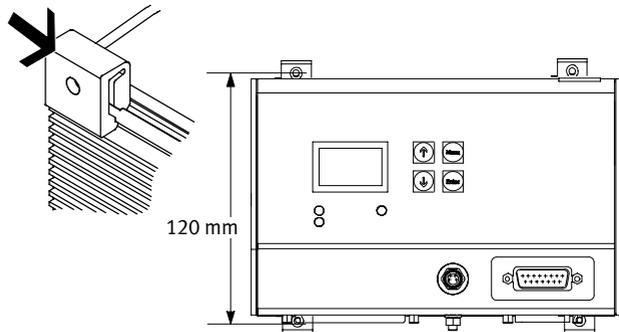

Fig. 2/2: Montaggio tramite fissaggio a viti
- 2 set di supporti intermedi tipo MUP-18/25 (accessori). I 4 ganci vengono agganciati al bordo del corpo (vedi Fig. 2/2).
- 4 fori filettati per dimensioni viti M3 (dimensioni vedi Fig. 2/2) con viti adatte.